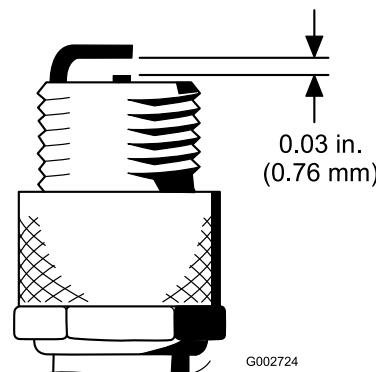

Figura 45
4. Ajuste a folga existente entre a zona central e lateral do elétrodo 0,76 mm (Figura 45).